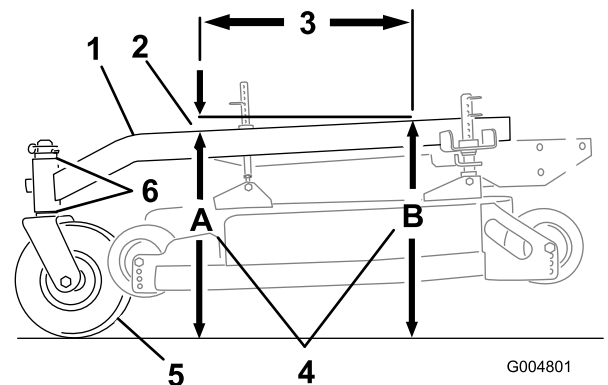

Figure 54
L'inclinaison avant/arrière du bâti porteur doit être comprise entre 3 mm et 9 mm sur 61 cm de sa longueur (Figure 54).
- Mesurez 61 cm sur le bâti porteur (Figure 54).
- Mesurez la hauteur du bâti porteur au point **A** (Figure 54).
- Mesurez la hauteur du bâti porteur au point **B** (Figure 54).
- La hauteur au point **A** doit être inférieure de 6 à 10 mm par rapport au point **B** (Figure 54).
- Si ce n'est pas le cas, déplacez les entretoises des roues pivotantes de manière à obtenir l'inclinaison voulue de 6 à 10 mm (Figure 54). Déplacez les entretoises en haut ou en bas pour corriger l'inclinaison.